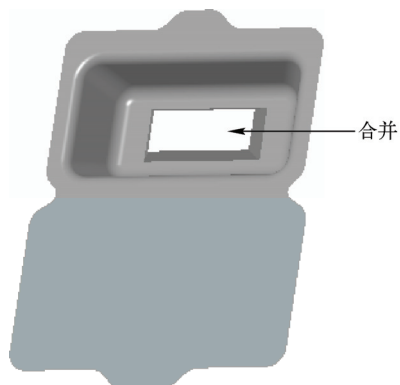

图 16-26 创建合并特征
STEP 08 使用“合并”命令，创建合并特征，效果如图 16-26 所示。